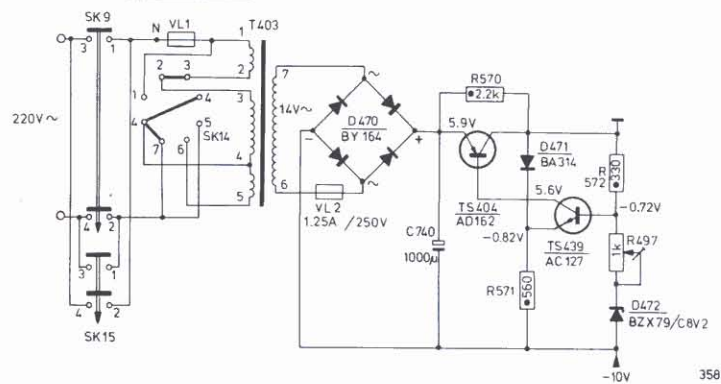

Fig. 5
Deze toename van ΔE Volt staat ook over de serieketen C727-R534-R491 (app. in situatie 33 omw/min) (fig. 5). De RC tijd van deze componenten is zo gekozen, dat de spanningstoename per omwenteling van de draaitafel juist af kan vloeien. Er gebeurt dus niets. Echter, wanneer de naald in de uitloopgroef van de grammofoonplaat komt, waarvan de spoed groter is dan de muziekgroef van de plaat, dan zal de spanningstoename over de LDR (R499) per omwenteling van de draaitafel veel groter zijn dan ΔE volt. Deze grotere ΔE volt kan nu niet volledig in dezelfde tijd afvloeien, waardoor een deel van deze spanning tussen de basis en emitter van TS427 komt te staan. TS427 gaat geleiden, waardoor via R532 de basis van TS426 meer negatief wordt. TS426 gaat geleiden. TS428 geleidt nu niet meer. M1 stopt. Voor verdere werking, zie stop met SK3. Voor 45 omw/min geldt een analoge werking.
• TACHO - CONTROL (fig. 5)
• LIFT (fig. 4, fig. 5)
A. Elektronisch gedeelte (fig. 5)